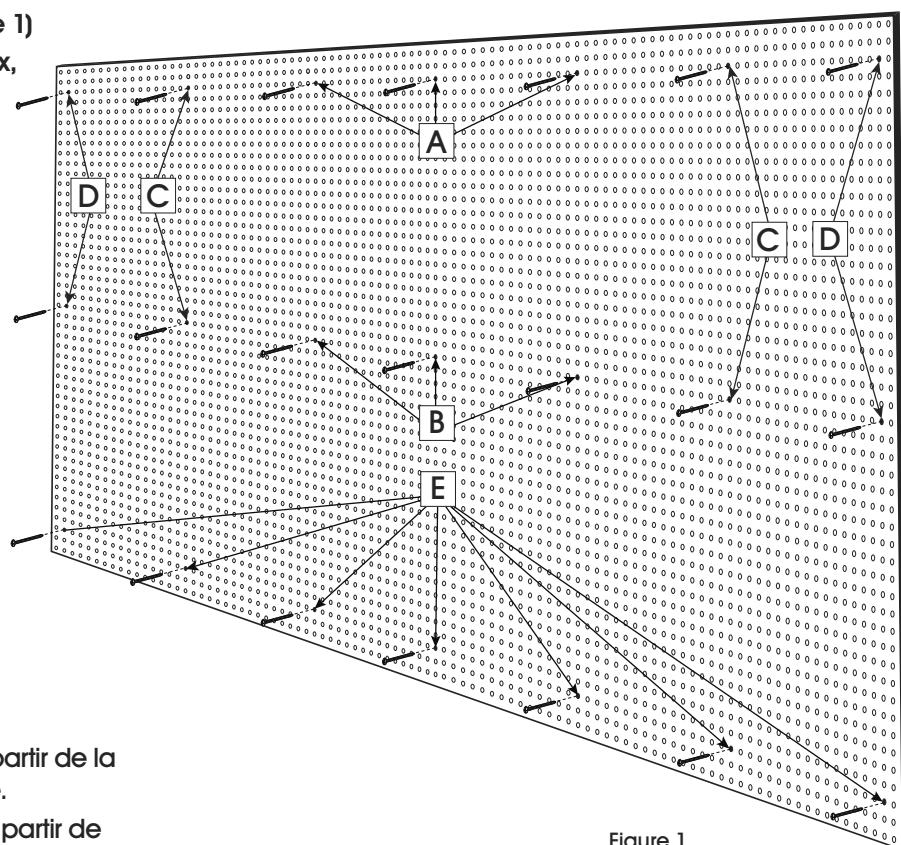

Figure 1
1. Alors qu'une autre personne tient le panneau perforé en place, marquez tous les trous sur le mur aux endroits où les vis seront insérées pour fixer le panneau au mur. (Voir Figure 1)
4. En vous rapportant à la Figure 1 ci-dessous, collez les entretoises à l'arrière de tous les trous du panneau perforé où les vis seront insérées. Assurez-vous de coller les entretoises sur les trous du panneau perforé ayant été marqués sur le mur à l'étape 1. Autrement, les entretoises et les trous au mur ne seront pas alignés correctement. (Voir Figure 1)
FIXATION DU PANNEAU PERFORÉ (Voir Figure 1)